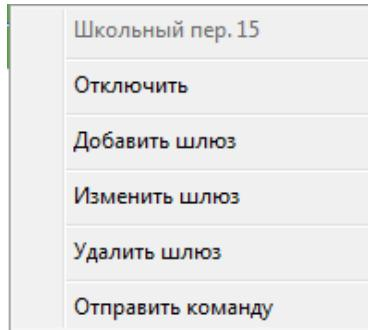

Рис.12 Контекстное меню области объектов.
5.1.10 Для подключения к АРМу следующего ГШ необходимо кликнуть ПКМ в области объектов. Появится контекстное меню рис.12: